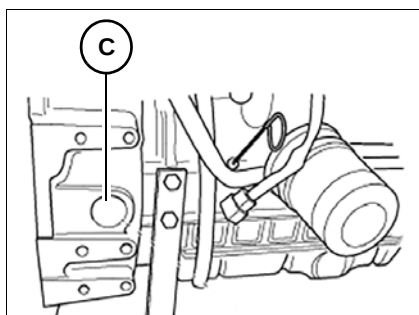

Fig. 93 Tapa de cierre caja de la rueda volante
8. Retirar la tapa de cierre **C** de la carcasa del volante, ver Fig. 93.